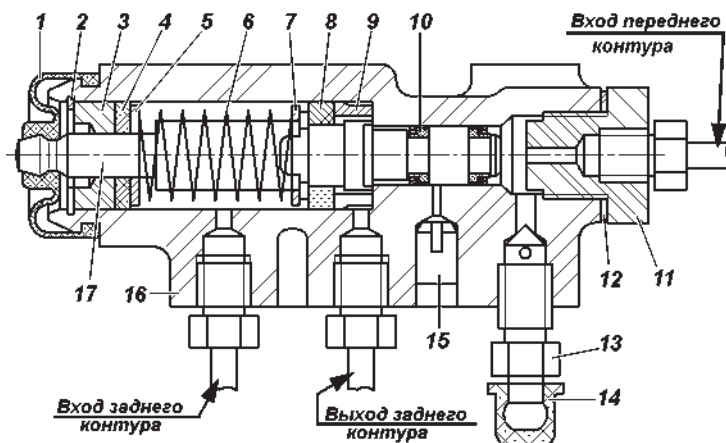

Рис. 9.27. Регулятор давления:
Регулятор давления. На автомобилях, не оснащенных антиблокировочной системой тормозов, устанавливается регулятор давления (рис. 9.27), который обеспечивает оптимальное распределение тормозных сил по осям автомобиля и не допускает блокировку задних колес раньше передних. При обслуживании проверяйте работоспособность регулятора давления. Очищайте регулятор от грязи и проверяйте надежность его крепления. Внешним осмотром убедитесь, что регулятор и детали его привода не имеют повреждений, отсутствуют подтекания тормозной жидкости и люфты в соединении стойки с упругим рычагом и кронштейном на заднем мосту.
При нажатии на педаль тормоза поршень 17 (рис. 9.27) регулятора давления должен выдвинуться из корпуса на 1,7 - 2,3 мм. Отсутствие хода поршня, а также его недостаточный или
3. Заверните болт 3 до соприкосновения его с хвостовиком поршня 17 (рис. 9.27) регулятора.